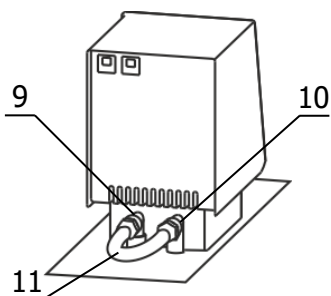

Рисунок 4 — Установка перемычки
2.2.6 Соединить входной 9 и выходной 10 штуцеры насоса блока регулирования при помощи шланга-перемычки 11 (рисунок 4) и хомутов из комплекта поставки блока регулирования.